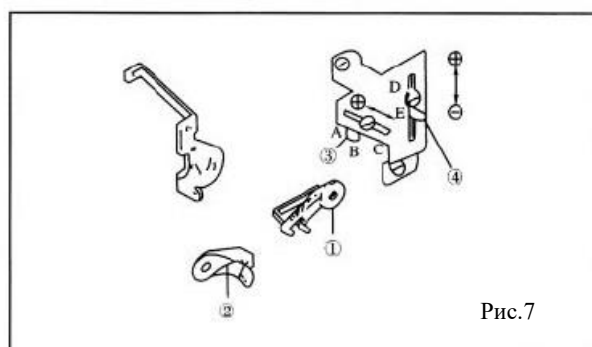

Рис.7
3. Регулировка натяжения нити петлителя. Рис.7.